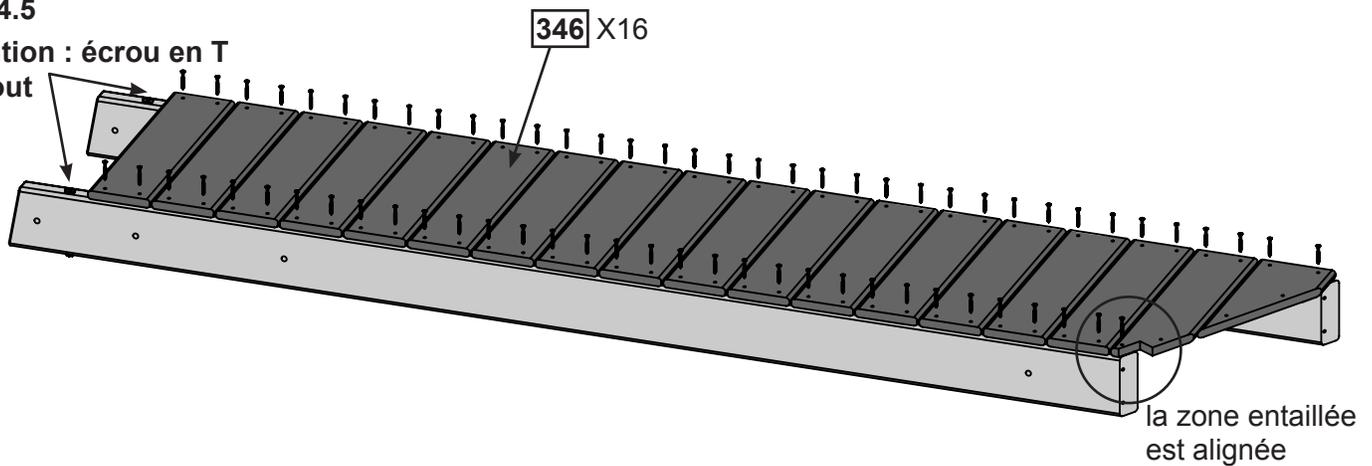

Fig.34.6
G : Mesurer 5" (127 mm) de l'extrémité des poutres MK gauche (343) et droite (342) du pont couvert et fixer une (346) planche à l'aide de 4 vis à bois n°8 x 1-3 / 8" (S20) comme le montre la fig.34.6.